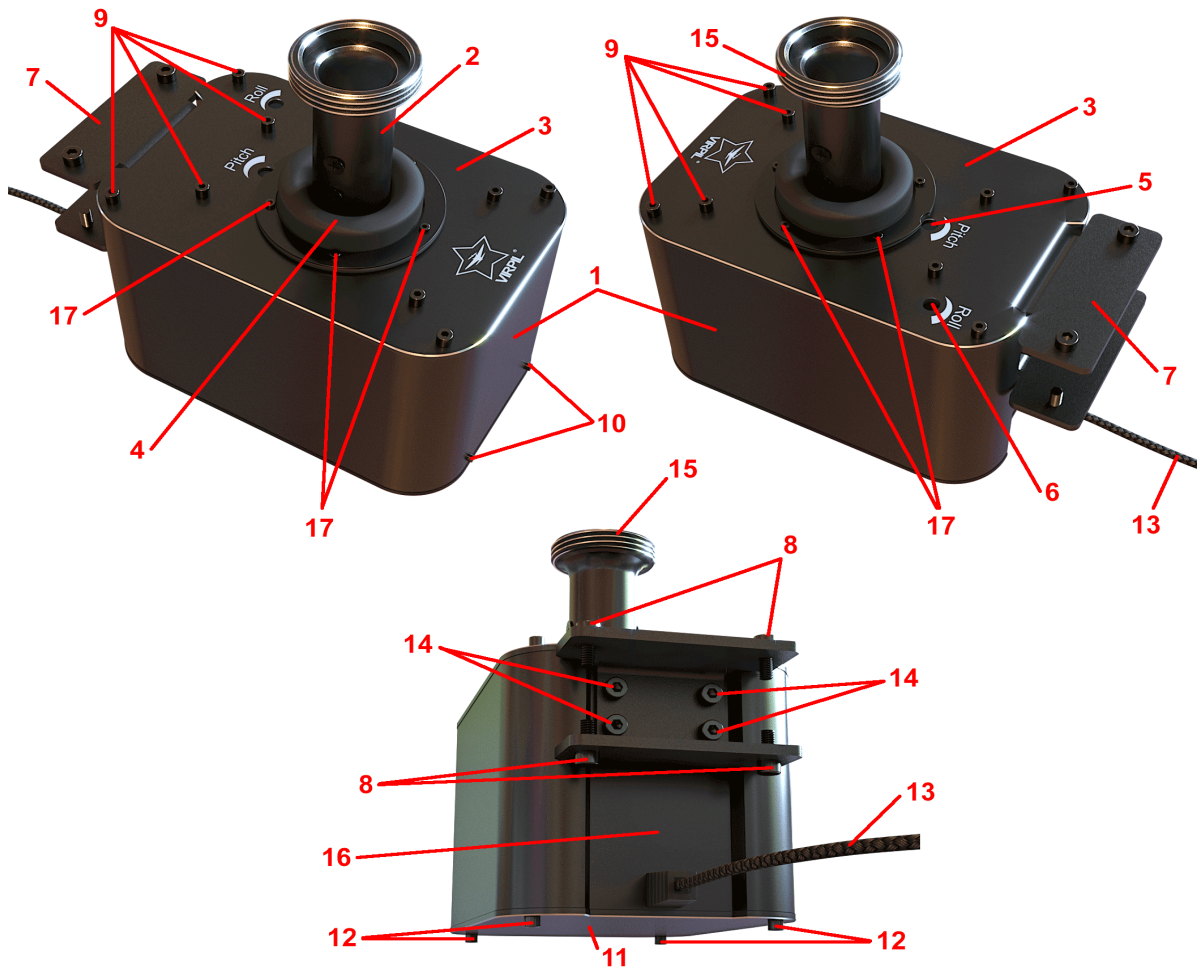

Рис.1 - Схема обозначений частей базы
Эксплуатационным (штатным) положением базы VPC МангусТ-50[®] Base считается такое положение, при котором верхняя (3) и нижняя (11) металлические пластины (рисунок 1) находятся в горизонтальном положении с отклонениями от плоскости уровня горизонта не более ±5°.